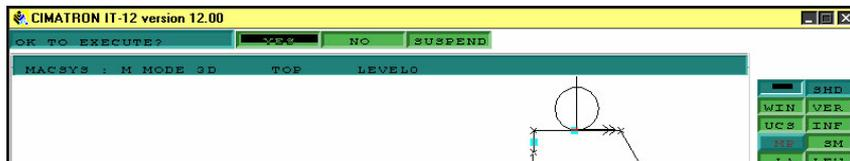

Рисунок 42
30. Фреза сместилась в стартовую точку обработки, для продолжения нажимаем YES (рис.42).